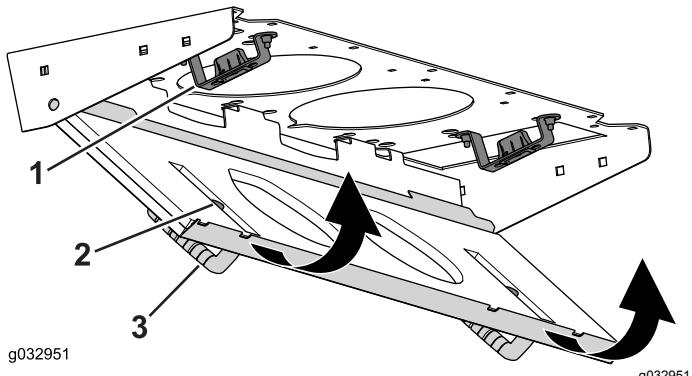

Bild 123
- Drehen Sie das Filtersieb um die Nasen, bis der Riegel in der Riegelbefestigung einrastet (Bild 123).